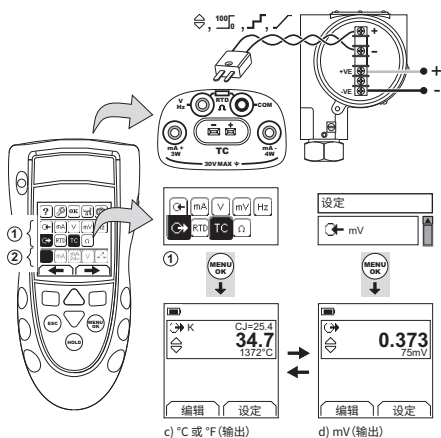

图 9：示例配置 - 测量/模拟热电偶的温度（°C/°F）或 mV 值
将热电偶线缆与适用的热电偶迷你连接器相连（图 9）。较宽刀片一侧为负极。然后将连接器与设备相连。
- 1. 连接设备（图 9），如果有必要，调整设置（表 1）。